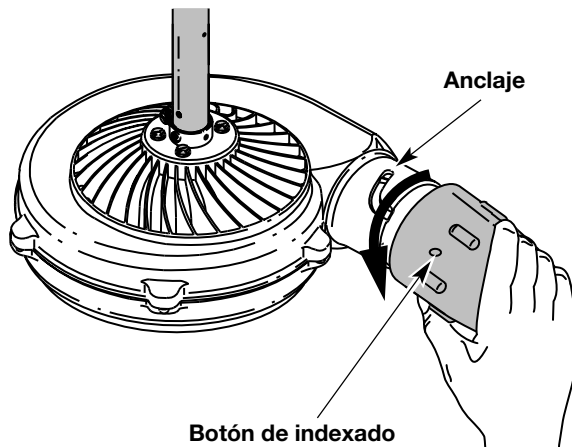

Fig. 8
1. Agarre la boquilla y voltéela hacia la izquierda aproximadamente 45° hasta que el botón de indexado dentro de la boquilla desenganche del anclaje de la cubierta del soplador (Fig. 8). Hale la boquilla fuera de la cubierta del soplador.